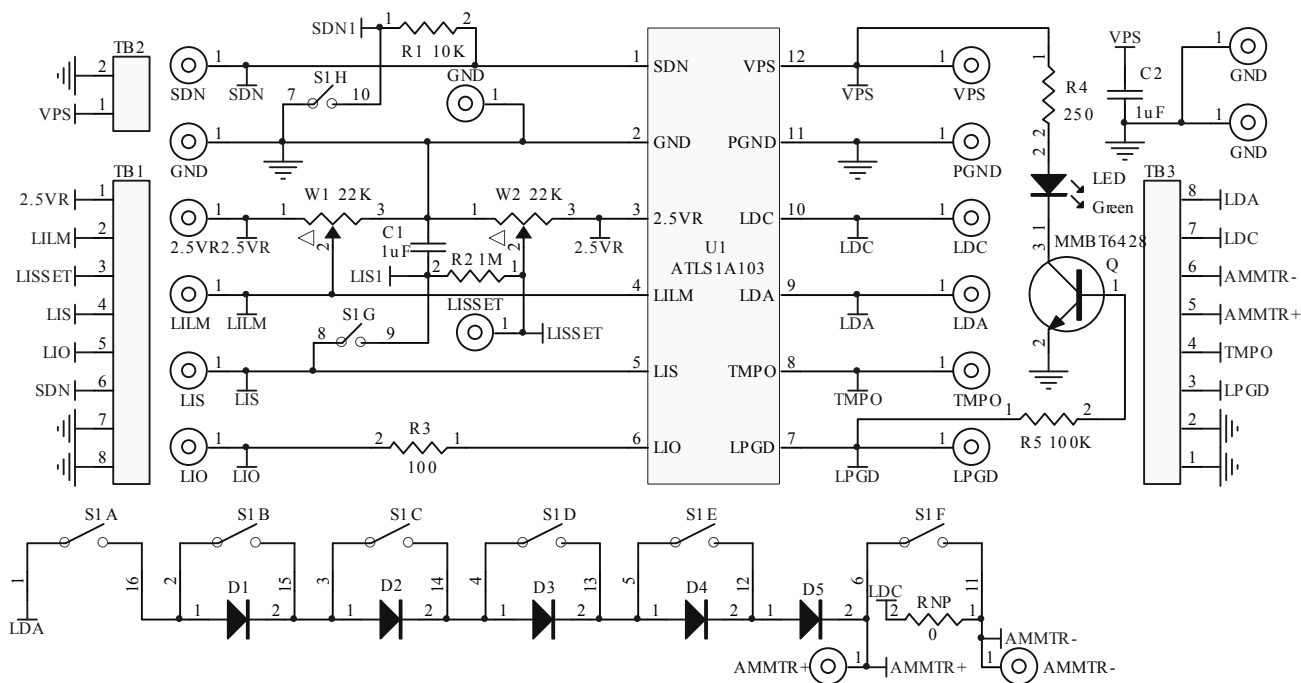

图 7、ATLS1A103DEV1.0 的原理图
原理图如图 7 所示。
- (1)、使用右侧的端子，第 3 和第 4 根导线，将电流表插入 AMMTR+ 引脚和 AMMTR- 引脚之间
- (2)、将开关 S1F 转到低位，这样输出电流通过电流表，就可以通过读取电流表的值来测量。当开关 S1F 置于上位时，电流表短路，因此它不能测量输出电流，参见的原理图如图 7 所示。
- (3)、将电流表设置为固定增益或高值设置，如 10A。否则，电流表内的电流量程设定切换时，电流表的自动量程设定电路可能会对激光器产生一定的噪声。
- 6、用“虚拟激光器”测试控制器。电路板上的 5 个二极管 D1 至 D5 可以形成一个“虚拟激光器”作为激光二极管代替实际的激光器，这样在电路出现问题的情况下，将不会损坏昂贵的激光器。请参见图 7 中的原理图。将开关 S1A 拨到“on (上)”位置，将“虚拟激光器”连接到控制器。开关 S1B, S1C, S1D 和 S1E 上和下将会增加（关闭开关）和减少（打开开关）“虚拟激光器”的正向电压，可以通过在 LDA 和地之